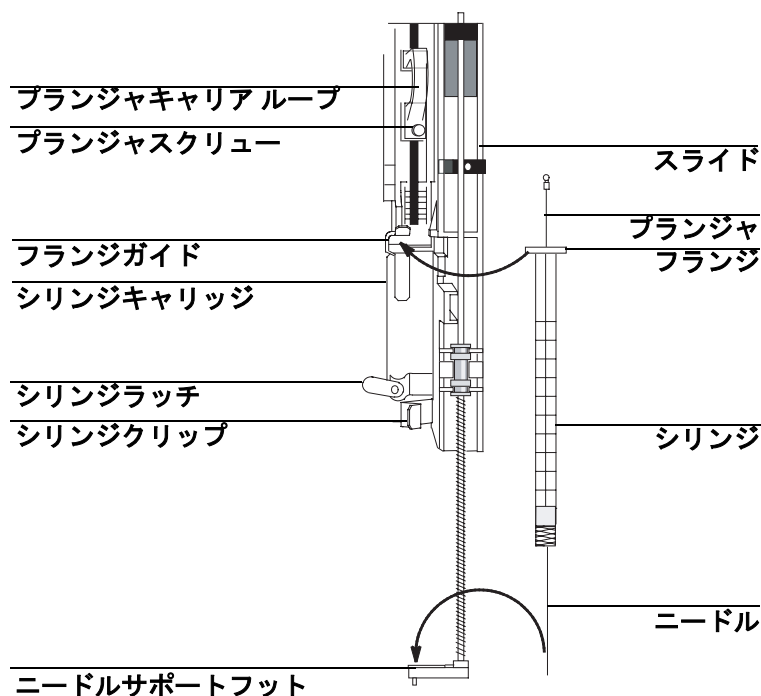

図 42. シリンジを取り付ける
3. シリンジが取り付けられる位置になるまで、シリンジキャリアッジを上（または下）にスライドさせます。図 42 を参照してください。